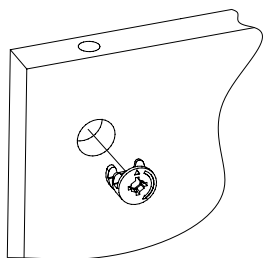

Рис.1
1. Вставьте головки минификсов в детали 2 (Рис.1).